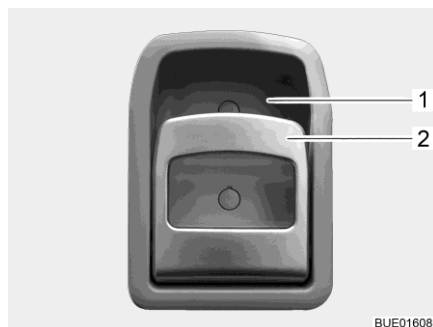

Fig. 51 Serratura della porta (porta di ingresso, lato interno)
- Apertura:** ■ Tirare la maniglia (Fig. 51,2). La serratura della porta si sblocca o apre.
- Bloccaggio:** ■ Premere la maniglia (Fig. 51,2) in alto verso l'impugnatura (Fig. 51,1). La serratura della porta si blocca.